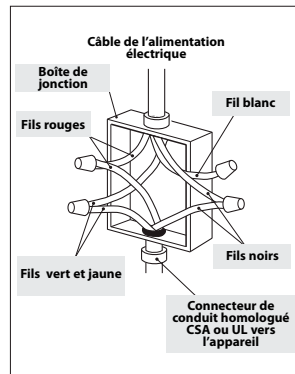

Fig. 4
- 7b Raccordez le fil blanc (neutre) dans la boîte de jonction (Fig. 4).
- 7c Raccordez le fil blanc (neutre) dans la boîte de jonction (Fig. 4).
- 8c Connectez le câble vert de la plaque de cuisson au fil de mise à la terre vert dans la boîte de jonction (Fig. 4).